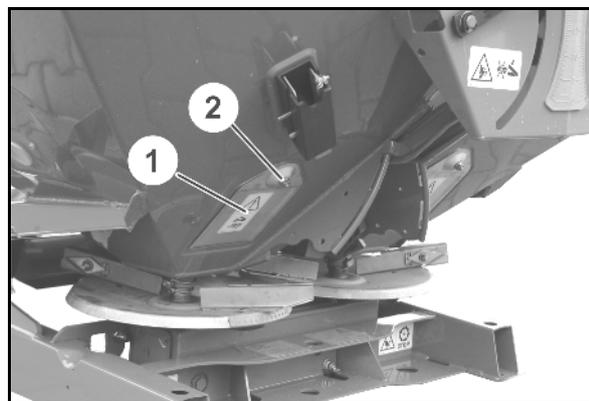

Fig. 92
- Öffnen der Schließeschieber nach dem Einfahren in die Fahrgasse am Punkt P1 (Fig. 92), wenn die Streuscheiben die Strecke X von der Fahrgasse des Vorgewendes entfernt sind.
- Schließen des Schließeschiebers vor dem Herausfahren aus der Fahrgasse am Punkt P2 (Fig. 92), wenn sich die Streuscheiben in Höhe der ersten Fahrgasse des Vorgewendes befinden.